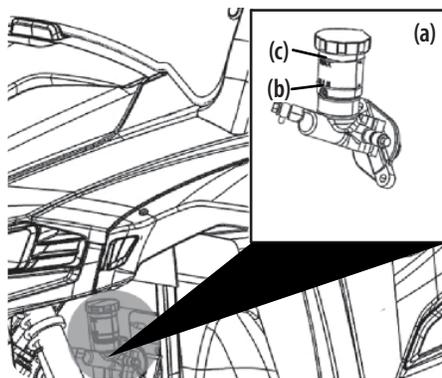

Figure 5-14
1. Vérifiez que le niveau du liquide de frein (a) est à la marque minimum (b). Voir Figure 5-14.